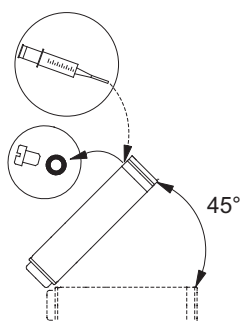

Рис. 5 Положение электродвигателя при заполнении - MS 6000
- Если электродвигатель поставляется со склада, перед началом монтажа необходимо проверить уровень жидкости. См. рис. 5.
- Для выполнения технического обслуживания необходимо проверить уровень жидкости. См. рис. 5.
1. Установите погружной электродвигатель как показано на рис. 5. Резьбовая пробка должна находиться в наивысшей точке электродвигателя.
3. С помощью специального шприца заливайте в электродвигатель жидкость (рис. 5), пока она не начнет вытекать из заливочного отверстия.